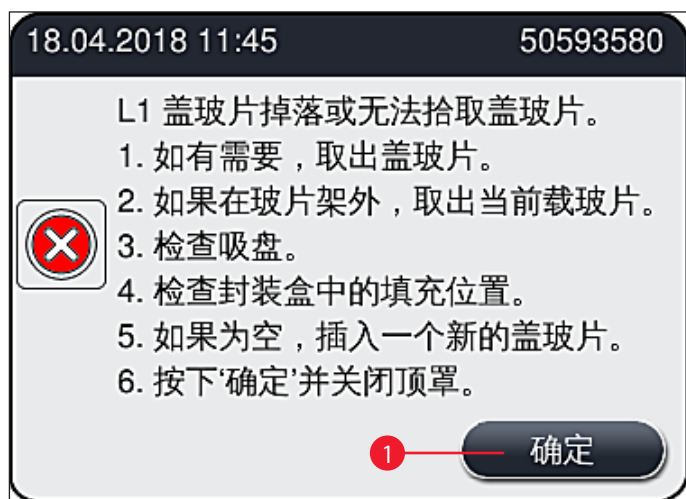

图 109
如果拾放模块在向载玻片传送的过程中丢失盖玻片，或如果拾放模块经过3次尝试仍无法从盖玻片封装盒中取出一张盖玻片，用户就会收到一条这种情况的错误消息通知(→图 109)。
① 如果显示该消息(→图 109)，用户必须首先检查是否在向载玻片传送过程中丢失了盖玻片，或拾放模块是否无法从盖玻片封装盒中取出盖玻片。